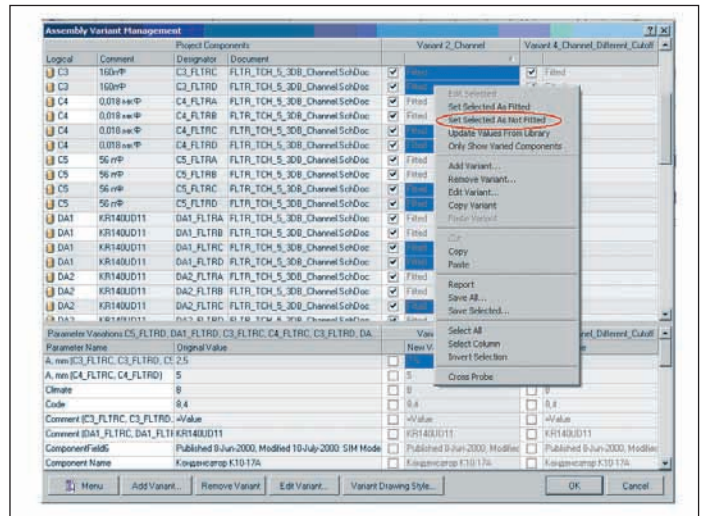

Рис. 5. Исключение компонентов из альтернативного варианта
2. Кроме того, можно, удерживая клавишу CTRL, выбрать группу компонентов и сбросить флажки *Fitted* у всей группы выбранных компонентов командой контекстного меню *Set Selected As Not Fitted* или аналогичной командой меню, вызываемого кнопкой *Menu*, расположенной в левом нижнем углу диалогового окна (рис. 5). У отмеченных компонентов сбрасываются флажки *Fitted*. В нашем примере это все компоненты фильтров-каналов FLTRC и FLTRD.
1. Выбрать курсором в окне (рис. 5) обозначение компонента, подлежащего редактированию. Параметры выбранного компонента отобразятся в полях параметров базового и всех альтернативных вариантов.